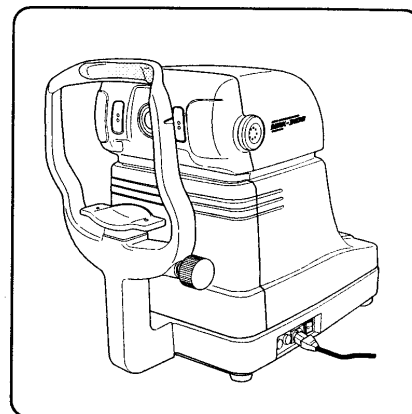

РИС.1
- 3) Соединение следует проводить после проверки того, что выключатель находится в положении off. (рис. 1)